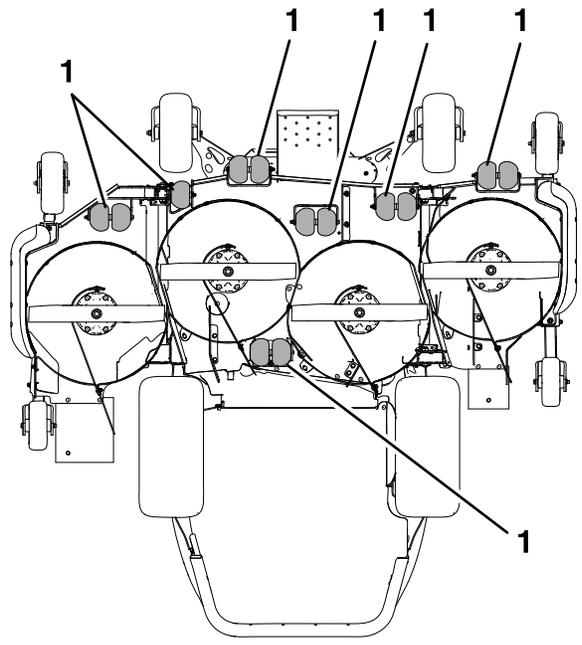

**Рисунок 30**
- Установите валики в одно из следующих положений, показанных на **Рисунок 30**.